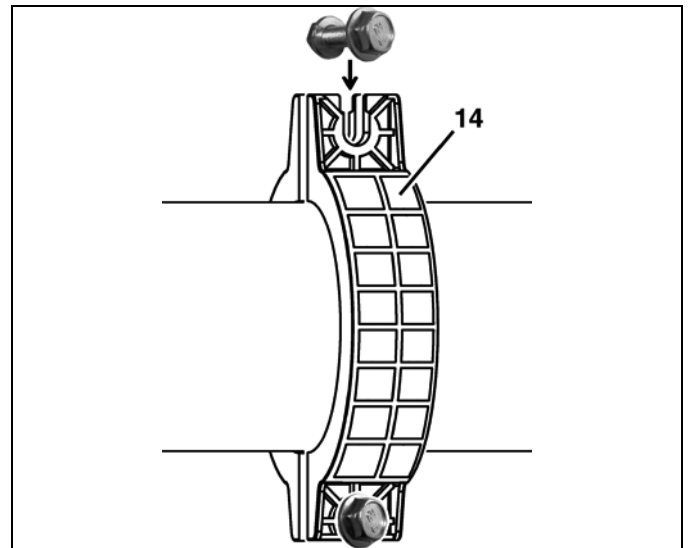

Bild 14: Befestigungsschalen montieren
2. Beide Umlenkbogen (22) mit Befestigungsschalen (14) am Koaxialrohr (20) befestigen, siehe Bild 14, Seite 7.
1. Blindstopfen (9) mit Überwurfmutter (24) an Anschluss für Entnahmeleitung befestigen.
2. Blinddeckel mit Entlüftungsanschluss (10) mit Befestigungsschalen (14) auf Anschluss für Füllleitung montieren, siehe Bild 14, Seite 7.
3. Bogen Entlüftung (8) je nach dem bauseitigen Verlauf der Entlüftungsleitung entweder an der Grundeinheit oder am Blinddeckel mit Entlüftungsanschluss (10) montieren. Mit dem Verschlussstopfen (28) den freien Anschluss der Entlüftungsleitung verschließen.